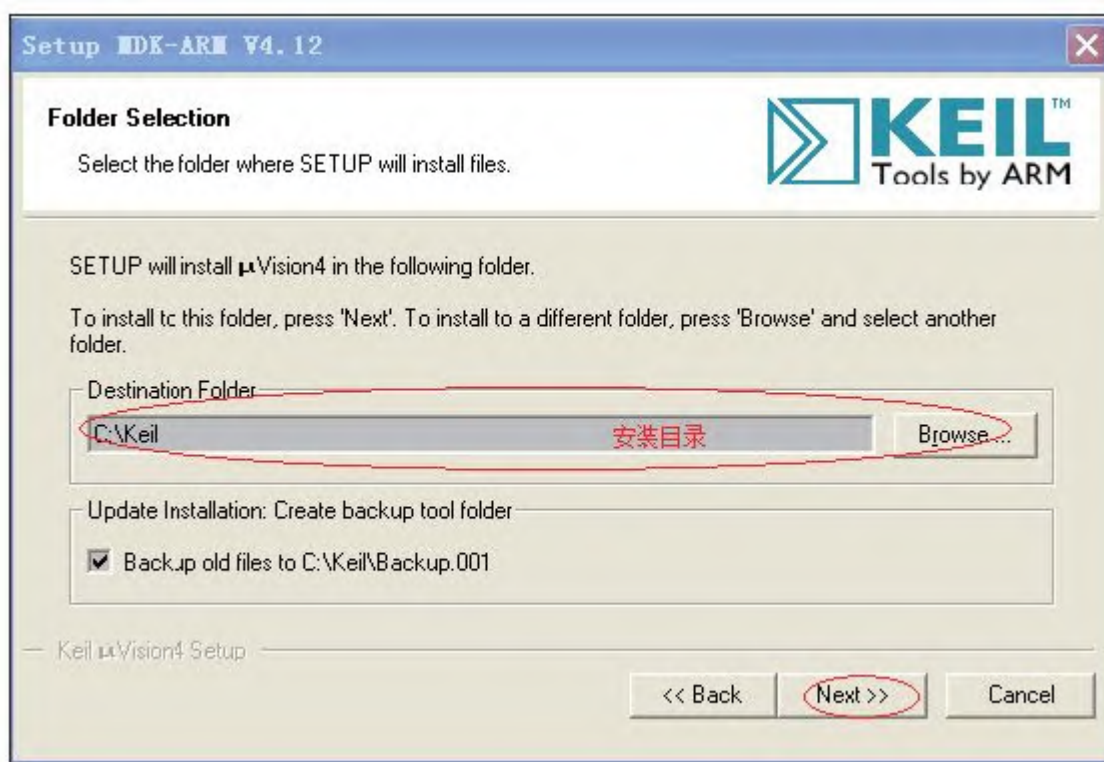

图 3-3 安装步骤3
3) 点击Next按钮，默认安装在C: \Keil目录下，如图3-3所示。